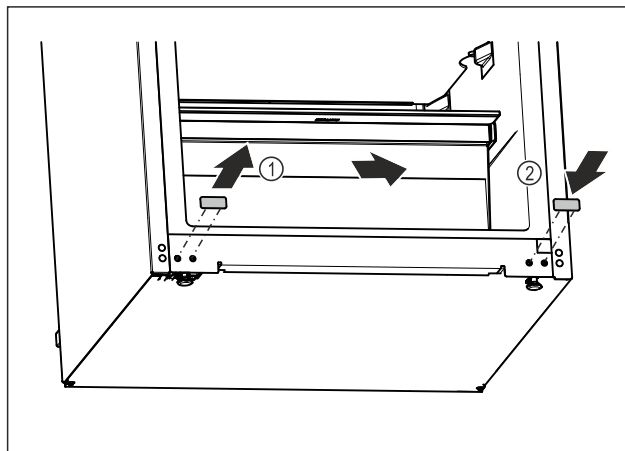

Fig. 21
- ▶ Wyjąć zatyczkę osłonki. Fig. 21 (1)
- ▶ Założyć zatyczkę osłonki po przeciwległej stronie. Fig. 21 (2)